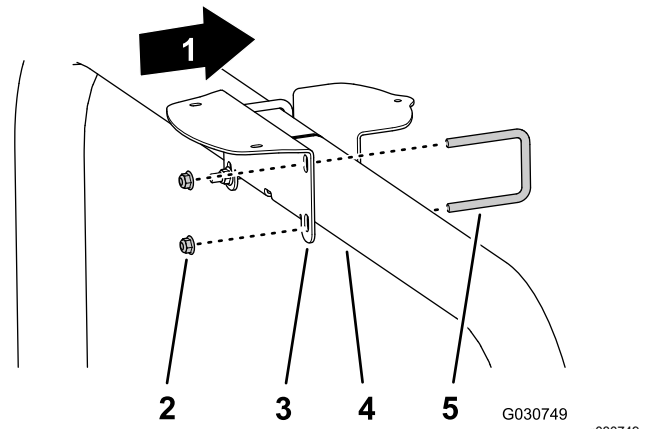

Figure 124
2. Fixez le support du récepteur sur le tube du système ROPS (Figure 124) à l'aide de 2 étriers filetés et 4 contre-écrous à embase (3/8 po).